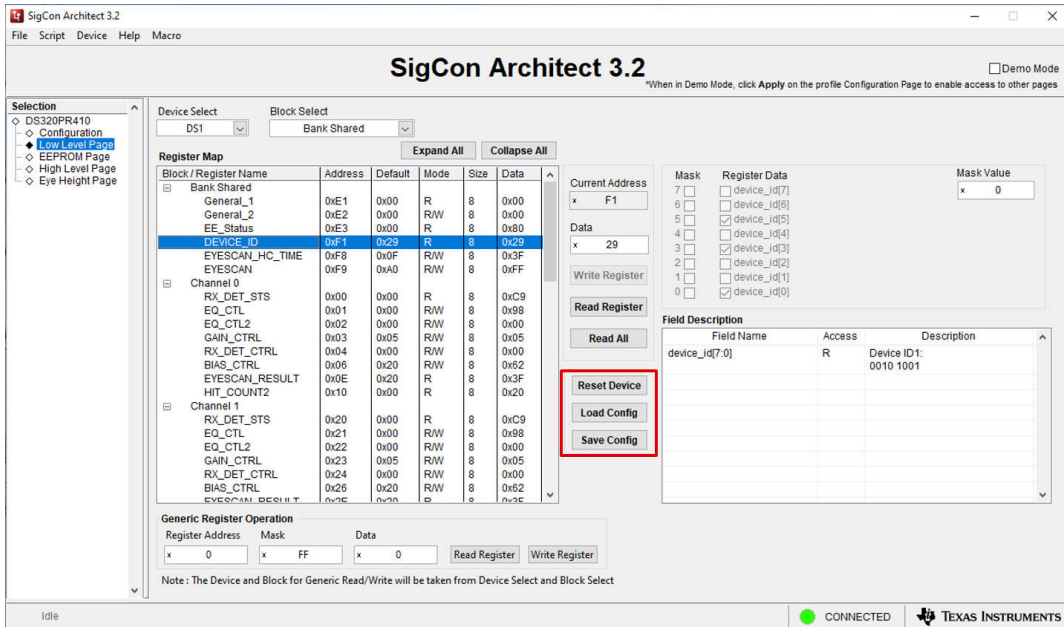

图 3-5. 底层页面：复位、加载和保存器件配置按钮
5. 点击 **Save Config** 按钮可将当前寄存器配置保存到一个 .cfg 文件中，点击 **Load Config** 按钮可加载器件 .cfg 文件。点击 **Reset Device** 按钮可将每个器件寄存器复位至 **Register Map** 中指定的 **Default** 寄存器值。图 3-5 概述了这些按钮中的每一个按钮。